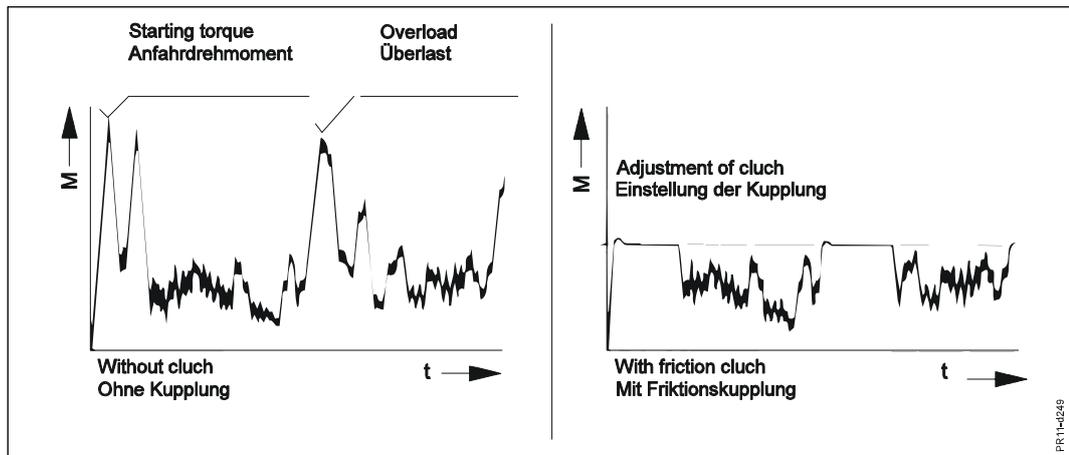

Fig. 5-2
**Fig. 5-2** Um eine lange Lebensdauer für Ihren Schlepper und Ihre Maschine sicherzustellen, ist die Maschine mit einer Friktionskupplung in der Gelenkwelle zwischen Schlepper und Maschine ausgerüstet.